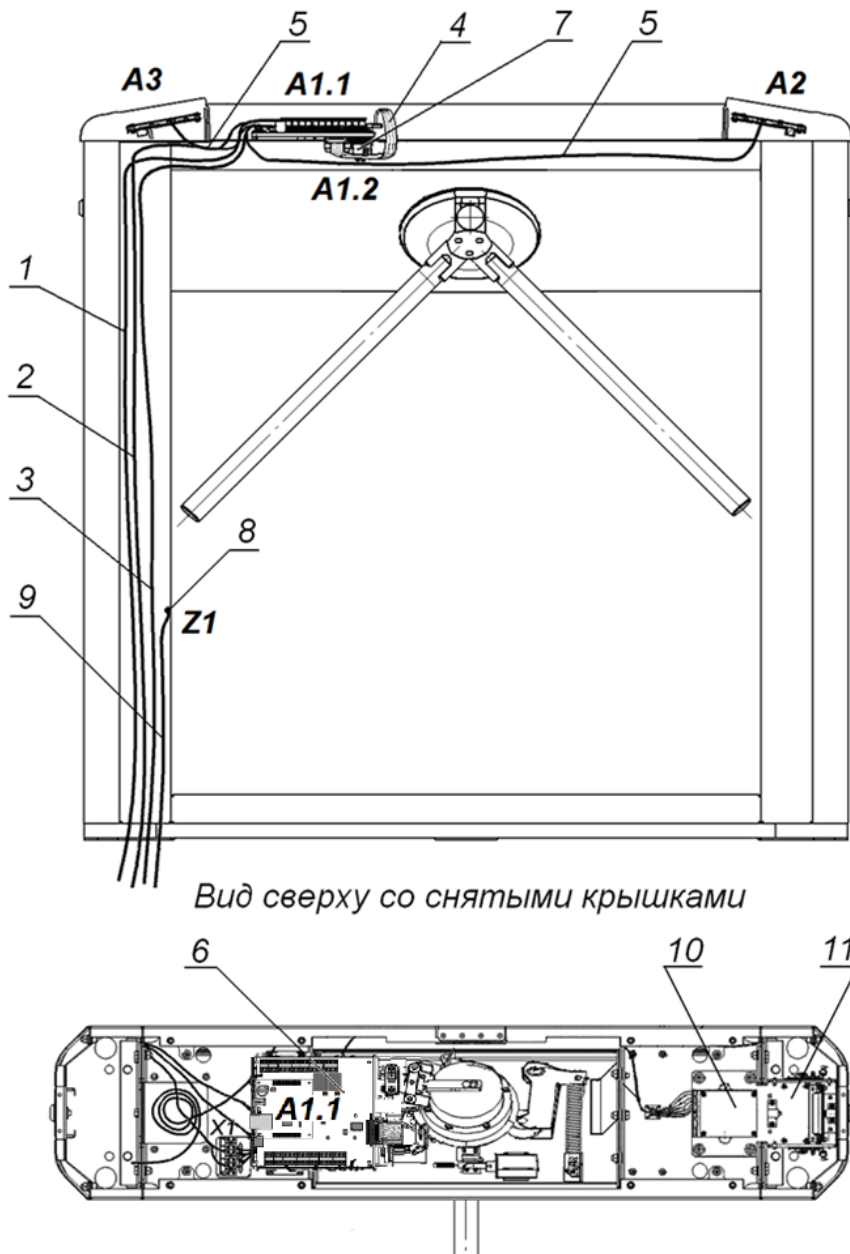

Рисунок 13. Схема прокладки кабелей в стойке ЭП
6. Подготовьте в полу отверстия под гильзы анкеров для крепления стойки ЭП. Установку и крепление стойки производите после прокладки всех кабелей в кабельном канале и внутри стойки. Схема прокладки кабелей в стойке показана на рис. 13.
7. Демонтируйте боковую заглушку (10) и выньте контейнер картоприемника (18), открыв ключом замки (11) и (19).
9. Снимите крышку стойки ЭП (3) (см. разд. 6).
10. Протяните кабели внутри стойки. Рекомендуемое расположение кабелей при прокладке внутри стойки показано на рис. 13.
14. Выполните заземление стойки ЭП в соответствии с требованиями ПУЭ («Правила устройства электроустановок»). Контакт заземления **Z1** (8, рис. 13) находится за боковой заглушкой стойки (10). Для крепления кабеля заземления на контакте используйте гайку М4.
При производстве механизм картоприемника (11, см. рис. 13) установлен со стороны считывателя №1 (А2).
1. Снимите крышку (3) в порядке, указанном в разд. 6.
2. Извлеките контейнер картоприемника (18), открыв замок (19).
3. Извлеките заглушку (10) с противоположной стороны, открыв замок (11).
4. Демонтируйте торцевые крышки (9); каждая крышка крепится двумя винтами М4×16 и двумя шурупами Ø4,2×19 снизу со стороны контейнера (18) или заглушки (10). Кабели встроенных в крышки считывателей отсоединять не нужно.
7. Отсоедините кабель картоприемника от платы картоприемника (10, рис. 13).